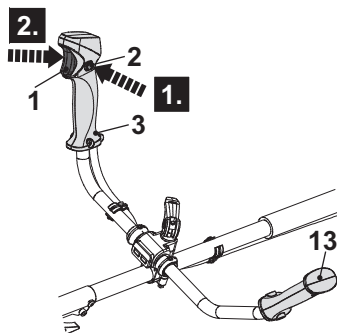

Fig. 20
1. Tenez le produit avec une main sur la poignée gauche (13), et l'autre main sur la poignée droite (3).
2. Appuyez sur le bouton de déverrouillage (2) et maintenez-le dans cette position (Fig. 20, étape 1).
3. Enfoncez l'interrupteur marche/arrêt (1) pour mettre le produit en marche (Fig. 20, étape 2). Relâchez ensuite le bouton de verrouillage (2).
4. Relâchez l'interrupteur marche/arrêt (1) pour éteindre le produit.